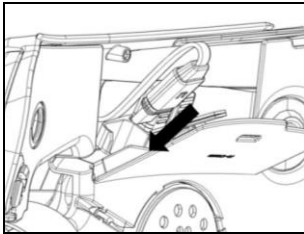

Fig. 7
- Allineare il connettore della tastiera all'ebox (Fig. 7).